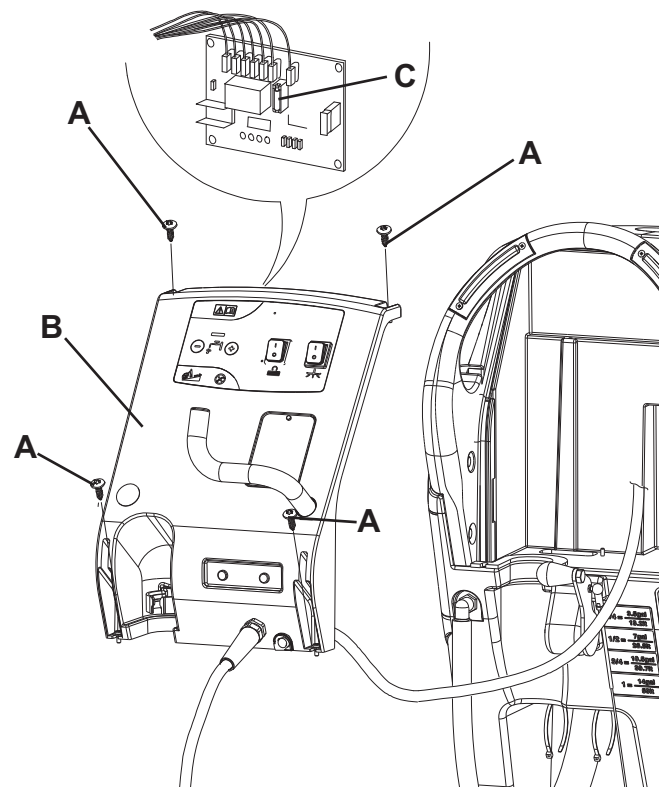

Abbildung 6
1. Das Netzkabel (3) vom Stromnetz trennen ohne ihn auf den Halter (4) aufzuwickeln.
2. Schmutzwasserablassrohr (12) verschieben.
3. Das Netzkabel (3) von dem Halter (4) entfernen.
4. Die Schrauben (A, Abb. 6) entfernen und vorsichtig die Tafel (B) verschieben.
5. Die nachfolgende Sicherung prüfen/ersetzen: (C) Sicherung F1, Elektronikarte: (1 A)